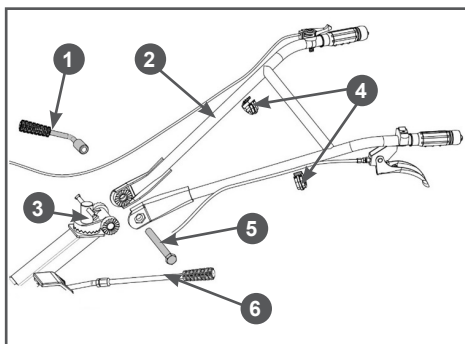

Рис. 14 Установка рабочих рукояток
- Установите рабочие рукоятки на мотоблок. Совместите отверстия в рабочих рукоятках 2 и стойке 3 рабочих рукояток. Со стороны рычага 6 переключения передач вставьте в образовавшееся отверстие болт 5 и закрутите ручку 1 регулировки рабочих рукояток по вертикали, не затягивая её (Рис. 14). Отрегулируйте положение рабочих рукояток 2 по вертикали. Убедитесь, что головка болта 5 вошла в посадочное место на рабочих рукоятках 2, после чего окончательно затяните ручку 1 регулировки рабочих рукояток по вертикали (Рис. 14).
9. Убедитесь, что тросы газа и рычага включения и кабель выключателя зажигания не имеют резких перегибов. При необходимости, измените положение тросов и кабеля. После этого закрепите тросы и кабель на рабочих рукоятках с помощью фиксаторов 4 (Рис. 14).